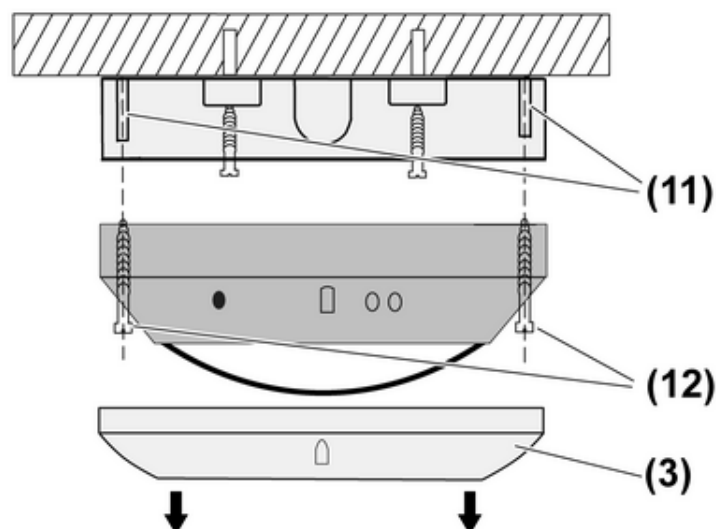

Bild 4: Montage
- (3) Zierring
- (11) Befestigungsdome
- (12) Schrauben
- Zierring (3) abziehen (Bild 4).
- Schrauben (12) lösen.
- Präsenzmelder mit Schrauben (12) und Befestigungsdomen (11) auf Anschlusskasten (4) schrauben (Bild 4).
- Präsenzmelder mit Schrauben (12) und Befestigungsdomme (11) auf Anschlusskasten (4) schrauben (Bild 4).